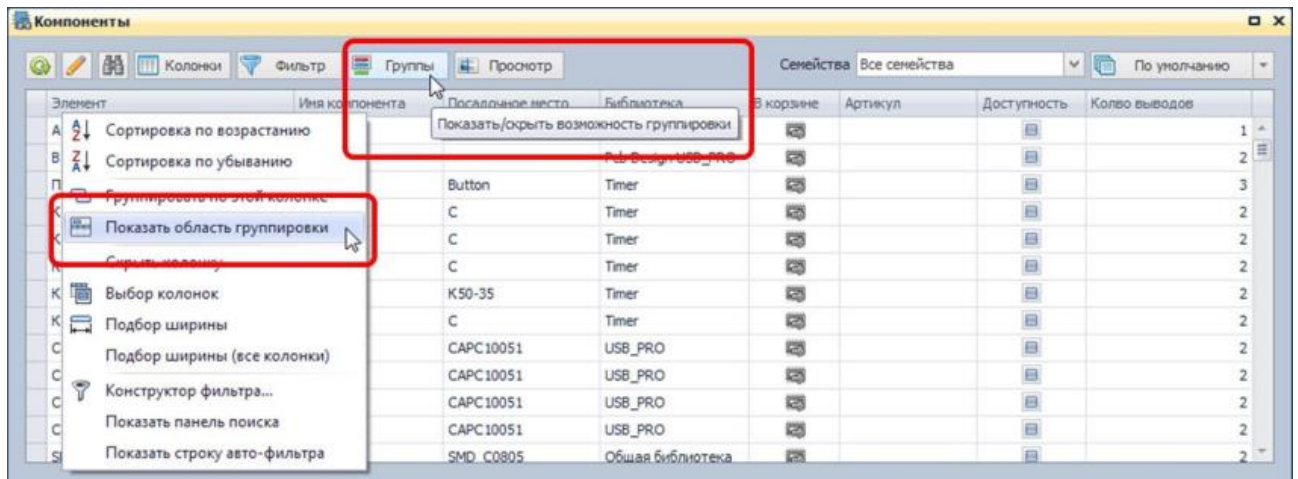

Рис. 760. Активация возможности группировки
1. Откройте область группировки (активация возможности группировки) нажав на кнопку  «Группы» - «Показать/скрыть возможность группировки», которая расположена на панели инструментов, либо воспользуйтесь контекстным меню для заголовка любой колонки, пункт «Показать область группировки», см. Рис. 760. Над таблицей будет отображена область группировки.